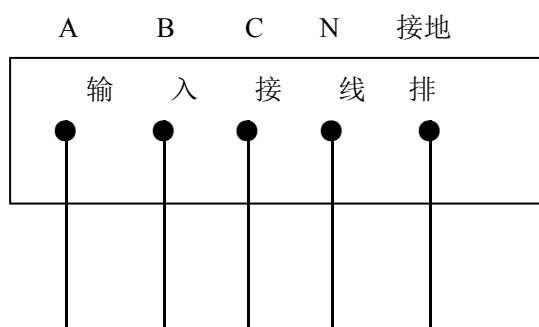

图 4 电源输入端为接线排引线的示意图
2.5 测量回路内阻  $2000\ \Omega \pm 1\%$ （按 GB4706.1-2005/IEC60335-1 要求即 GB/T12113(IEC60990)中图 4)
- ① 直接将仪器电源插头插入三相插座。
- ② 通过仪器输入接线排的引线接至三相插座，如图 4。